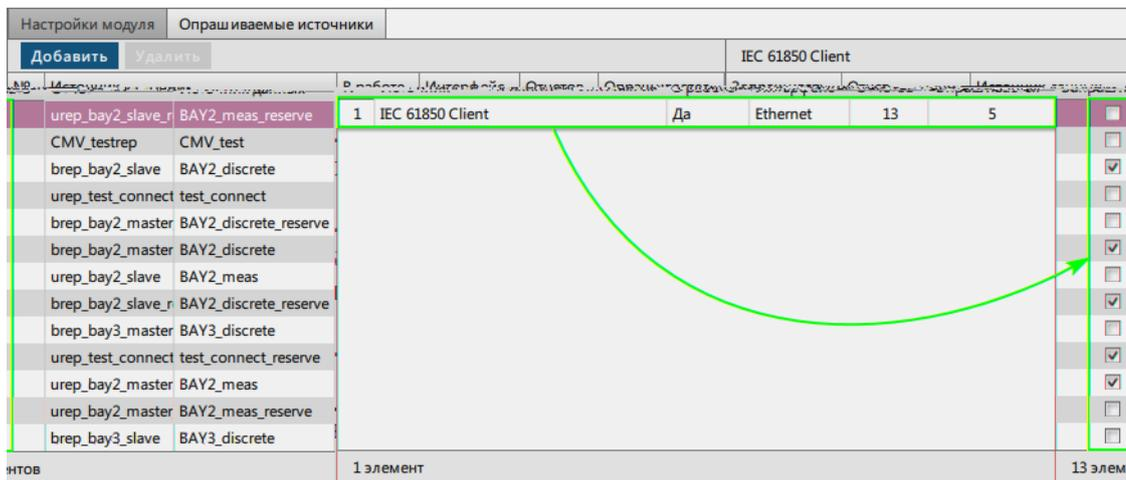

Рисунок 210 - Список отчетов
17. Нажмите на источник данных и заполните чекбоксы у **отчетов** (Рисунок 210).